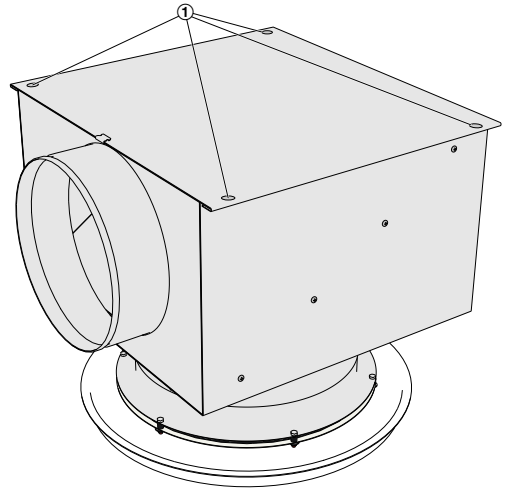

Abb. 2: Anschlusskasten
2. ▶ Den Anschlusskasten an allen werkseitig verfügbaren Aufhängepunkten (Abb. 2/1) befestigen.